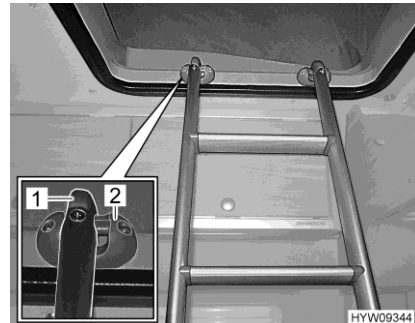

Fig. 58 Escalera de ascenso (enganchada)
- Enganchar la escalera de ascenso con las dos horquillas (Fig. 58,1) en las grapas (Fig. 58,2) del marco del techo abatible.